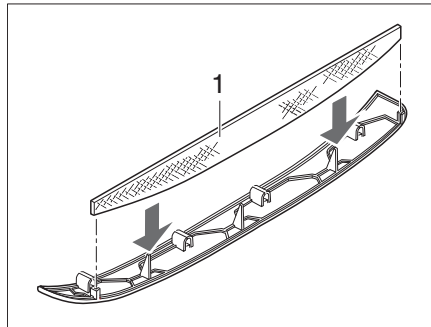
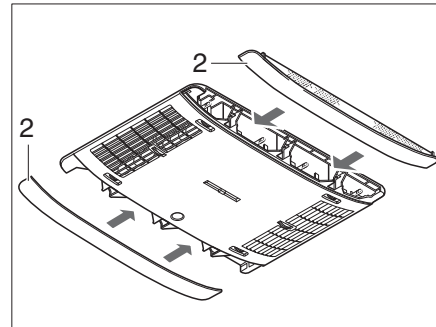

Fig. 311 Filtro de pelusas de la instalación de aire acondicionado
Fig. 312 Paneles de instalación de aire acondicionado
En los paneles laterales (Fig. 312,2) hay dos filtro de pelusas. Los filtros de pelusas deben ser limpiados a intervalos regulares, pero por lo menos cada 6 meses, y reemplazados en caso necesario.
- Sacar los paneles (Fig. 312,2) del distribuidor de aire y limpiar los filtro de pelusas (Fig. 311,1) o reemplazarlos si es necesario.